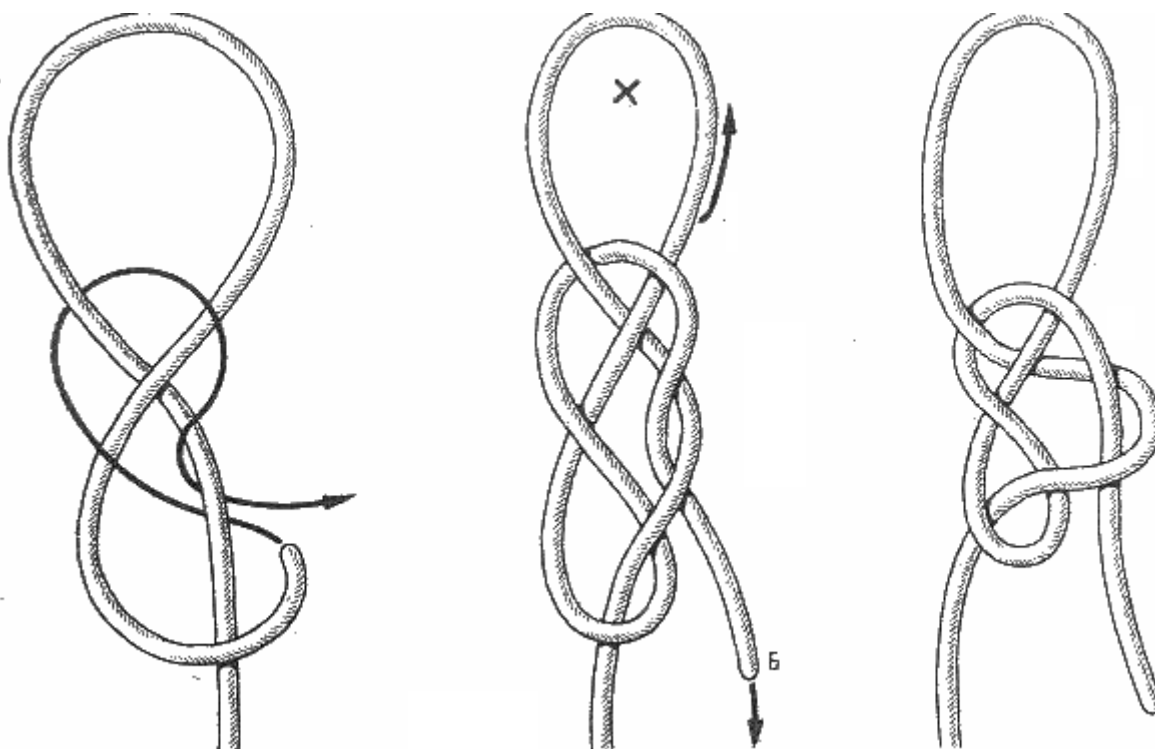

Рис. 118. Кабестановая петля
**Кабестановая петля** (рис. 118). По своему принципу этот узел такой же, как и предыдущий крабий узел. При сильном рывке за концы, обозначенные буквами *A* и *B*, узел меняет свою характеристику и из затягивающейся петли превращается в незатягивающуюся петлю.